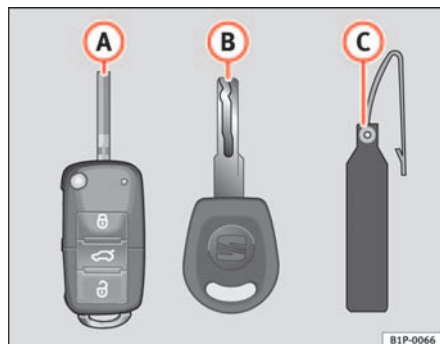

Abb. 63 Schlüsselsatz
- einen Funkschlüssel ⇒ Abb. 63 A mit ausklappbarem Schlüsselbart,
Nur anhand der Schlüsselnummer auf dem Kunststoffanhänger ⇒ Abb. 63 B können Schlüssel nachgemacht werden. Deshalb: